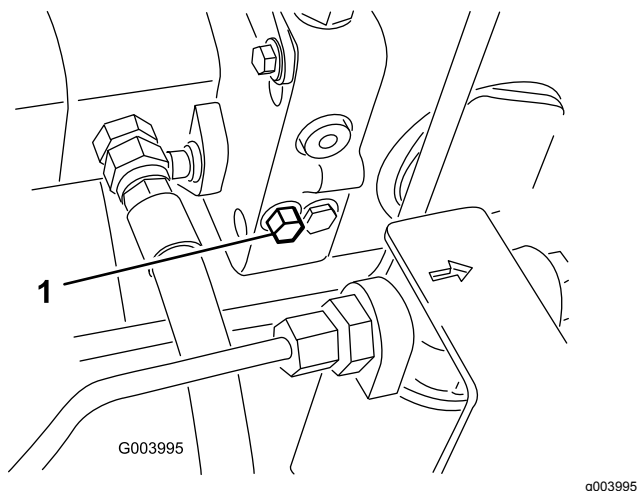

Figura 42
1. Individuate la valvola di bypass sul lato sinistro dell'idrostatato (Figura 42) e ruotate il bullone di 1-1/2 di giro per aprire e consentire il bypass interno del fluido.